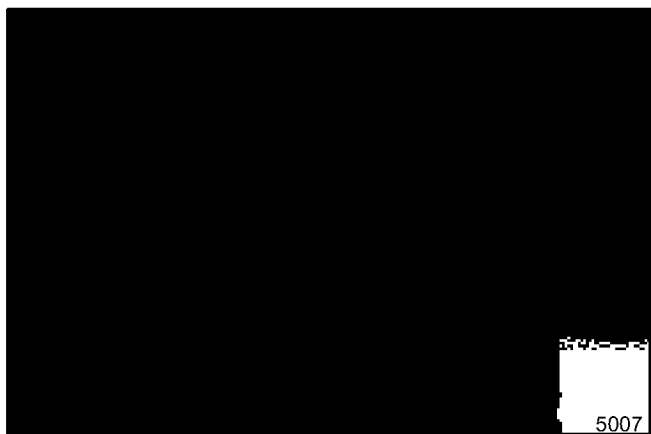

Figure 4. Installation des courroies d'entraînement du porte-lames
7. Enlever le carter de protection de la courroie (se reporter à la figure 5). Mettre en place le porte-lames de telle sorte que vous puissiez installer les trois courroies d'entraînement du porte-lames sur la poulie du porte-lames (voir la figure 4).